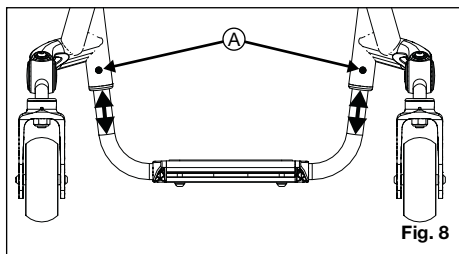

Fig. 8
- c. Tryk på hurtigudløser knappen igen og skub akslen ind i akselhylstret (Fig. 8:C).
1. Løsn den nederes 3 mm skrue, på hver side af rammen (fig. 8:A).
2. Justér røret på fodstøtten op eller ned til den ønskede højde inden for siderammen. Hvis fodstøtten bliver udskiftet glider røret til fodstøtten hele vejen ud, under dette trin (fig. 8:B).